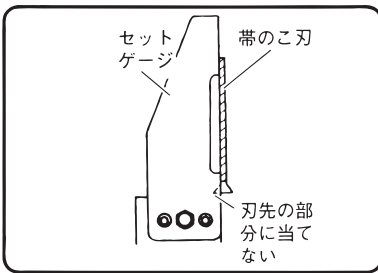

図 32
(1) セットゲージをガイドと平行になるまで回します。
(2) ガイドを帯のこ刃に近づけ、セットゲージを帯のこ刃の刃先の部分にかたく当てます。(図32)